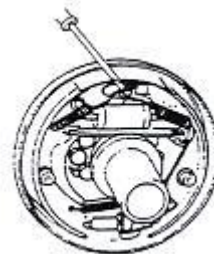

Рис. 2-17
(7) Разберите тормозной гидроцилиндр: снимите пылезащитное кольцо, нажмите на поршень с одной стороны, чтобы вытолкнуть его с другой, затем придавите пальцами показавшийся край и вытащите его. Рис. 2-17